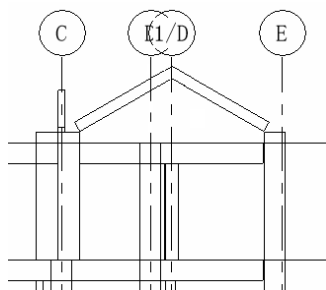

图 6-66 绘制梁
(9) 单击“结构”选项卡“结构”面板“梁”按钮，在“属性”选项板中选择“180×300mm”类型，捕捉轴线 C 上柱的左端点为起点，绘制角度为 30° 的梁，然后捕捉轴线 E 上柱的右端点为起点，绘制角度为 30° 的梁，结果如图 6-66 所示。